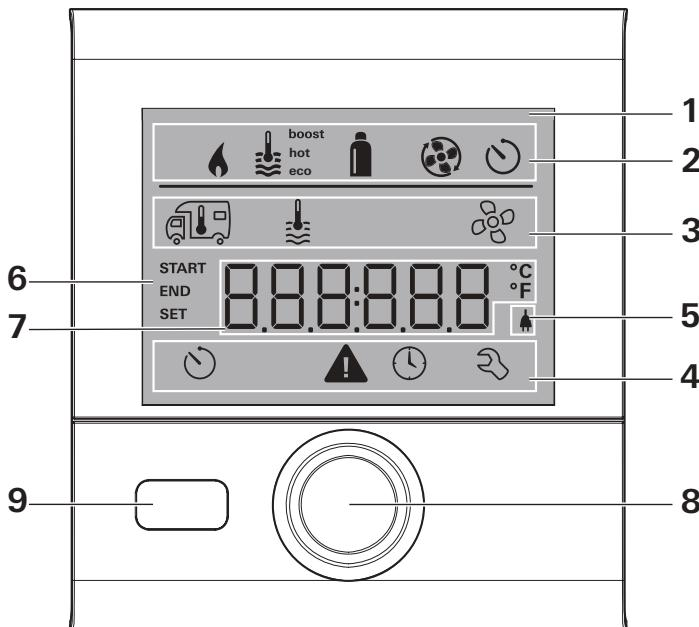
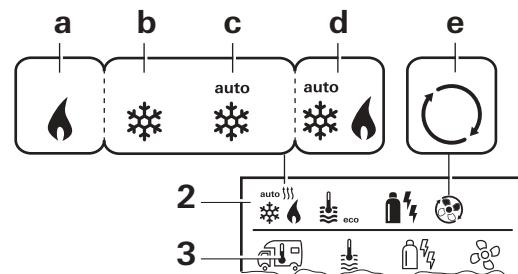

Fig. 1
Fig. 4
Las funciones de las líneas de menú (Fig. 1 – 3, 4) CP plus VarioHeat pueden seleccionarse en cualquier orden. Los parámetros de funcionamiento se muestran en la línea de estado (Fig. 1 – 2) o en el display (Fig. 1 – 6).
- Utilice el botón de giro/pulsador (Fig. 1 – 8) para seleccionar el ícono en la línea de menú (Fig. 4 – 3).